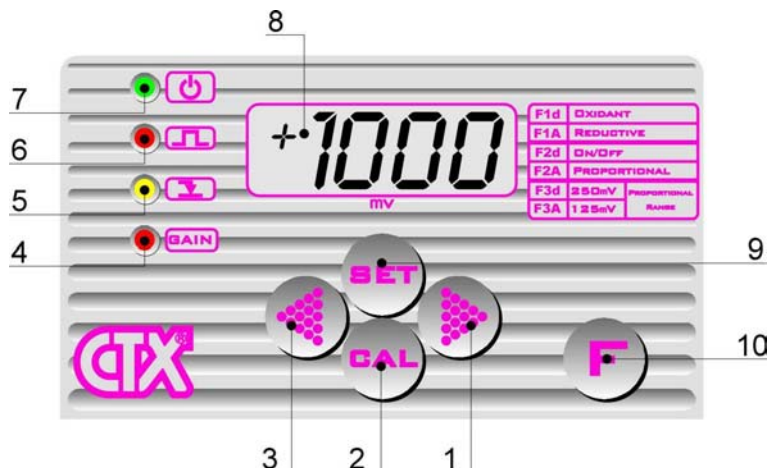

Fig. 18
9.1 - PUMPS CONTROLS (Fig. 18)